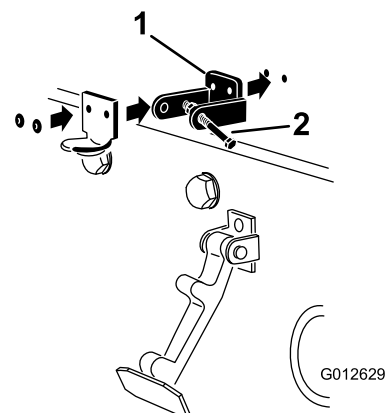

Figura 6
6. Rivettate le staffe e le rondelle al cofano (Figura 6).